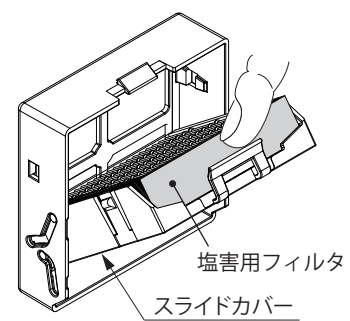

図2
- ・スライドカバーを閉じる際は、塩害用フィルタの上部を押さえながら閉じてください。塩害用フィルタがめくれるおそれがあります。(図2)